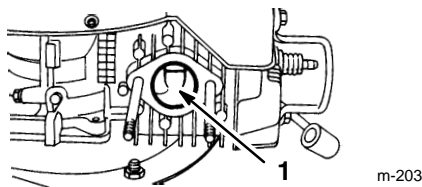

Abbildung 19
4. Langsam den Rückspulstarter ziehen, damit der Kolben die Auslaßöffnung abdeckt (Abb. 19).
5. Mit einem flachen Hartholzschaber Ölkohleablagerungen von der Auslaßöffnung beseitigen (Abb. 19).
6. Das Auspuffrohr mit Schraube, 2 Muttern und Sicherungsscheiben wieder anbringen (Abb. 19). Nach der Reinigung der Auslaßöffnung sicherstellen, daß die Auspuffrohrdichtung wiederverwendbar ist.